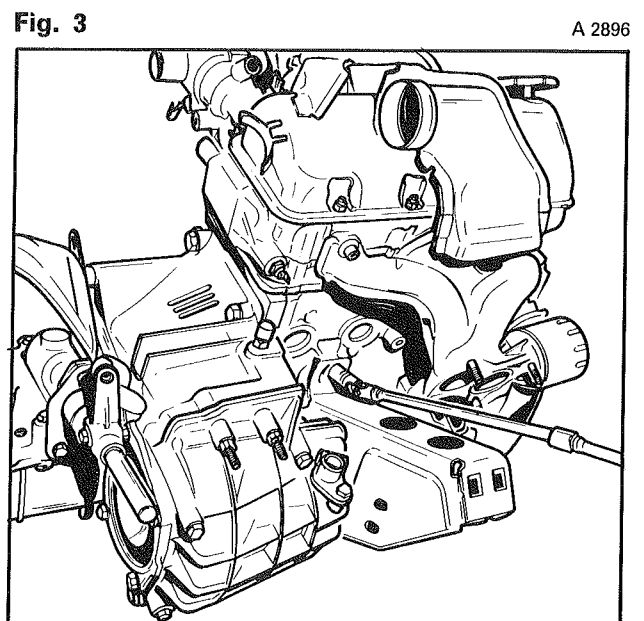

Fig. 3
- Déposer le support moteur arrière (fig. 3) et le tasseau élastique.